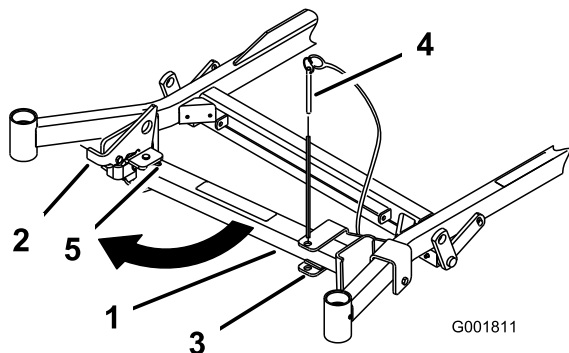
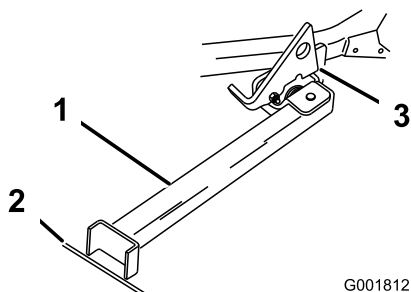

Рисунок 45
Рисунок 46
2. Извлеките штифт кронштейна (Рисунок 45).
4. Поверните опорную стойку вперед и наружу и задвиньте ее в сторону машины, в нижнюю часть паза (Рисунок 45 и Рисунок 46).
5. Установите башмак опорной стойки на землю и опустите защелку на выступ шарнира (Рисунок 46).
Примечание: Для наилучших результатов установите башмак опорной стойки в место стыка плит пешеходной дорожки или в грунт (Рисунок 46).
7. Наезжайте машиной на опорную стойку. Остановите машину, когда защелка опустится на выступ в заблокированное положение (Рисунок 46).
5. Верните опорную стойку в положение хранения (Рисунок 45).